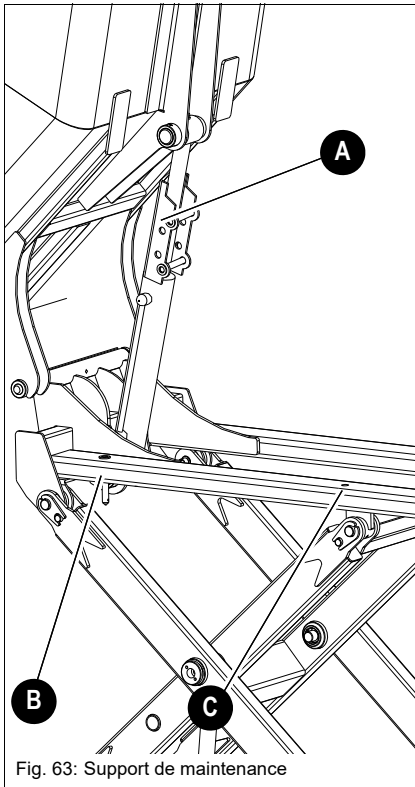

Fig. 63: Support de maintenance
- ☞ Enficher le support d'entretien **A** comme indiqué dans la Fig. 63 – support d'entretien.